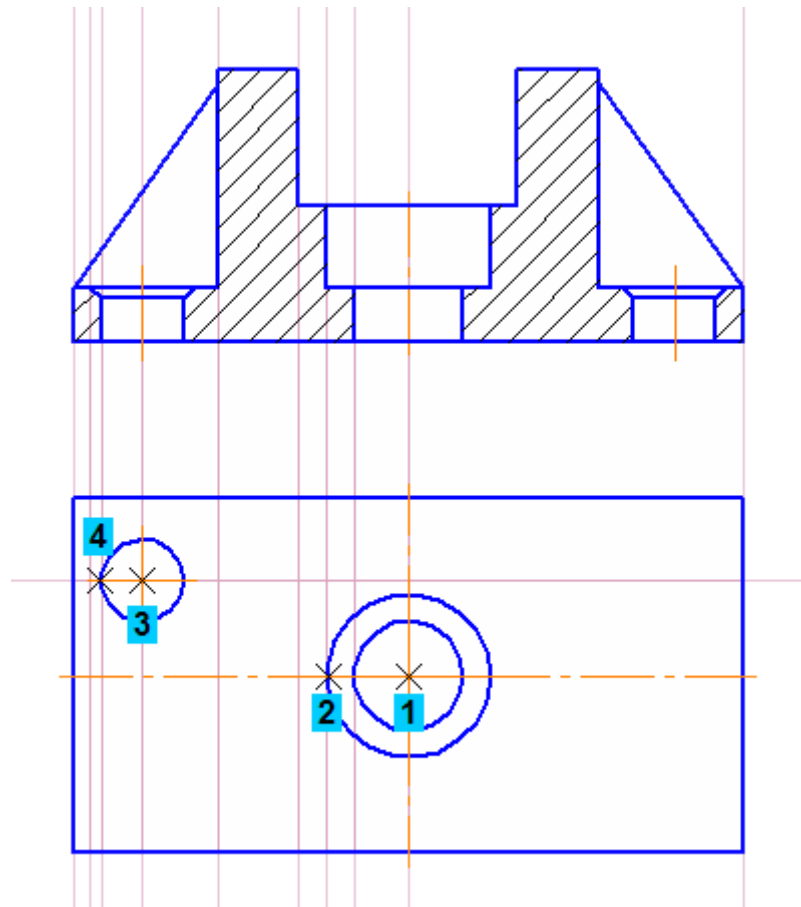

Рисунок 40.
- Для построения крепежного отверстия укажите точки 3 и 4 (рис. 40).